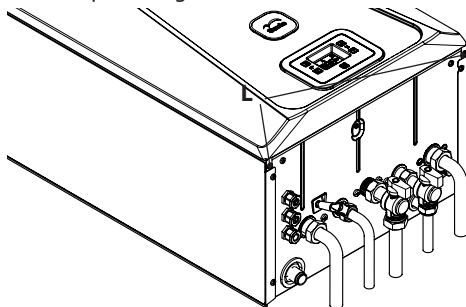
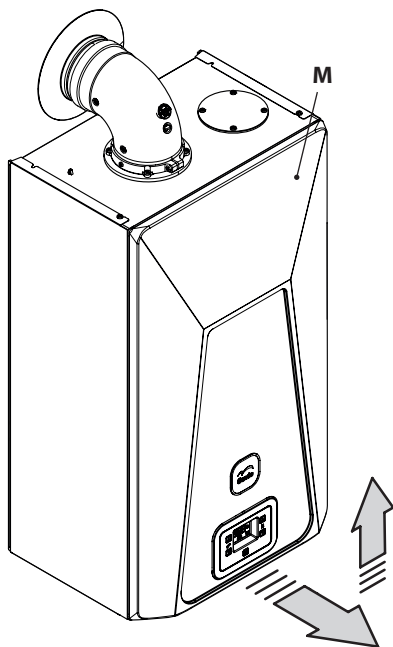

Figura 5.28
Figura 5.29
- Svitare le viti **L** (Figura 5.28) e rimuovere il pannello frontale **M** tirandolo a sé e quindi spingendolo verso l'alto in modo da liberarlo dalle sedi superiori Figura 5.29.